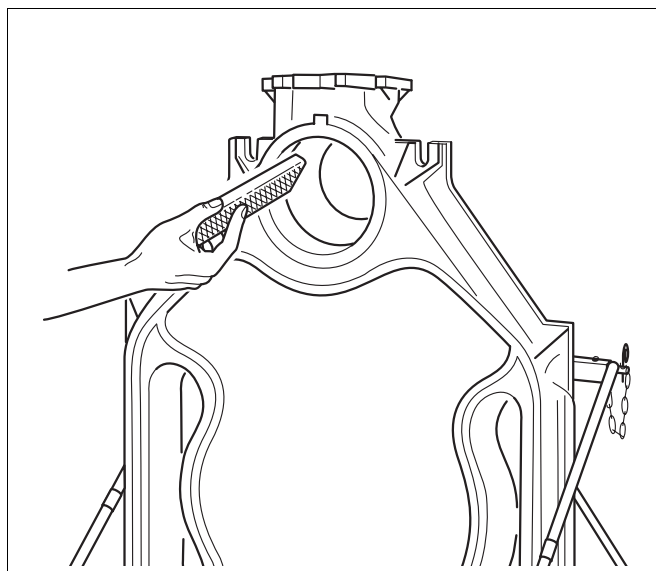

Bild 12 Grat abfeilen
- ▶ Den eventuell an den Naben vorhandenen Grat abfeilen (Bild 12).
- Den eventuell an den Naben vorhandenen Grat abfeilen (entsprechend Bild 12, Seite 18).